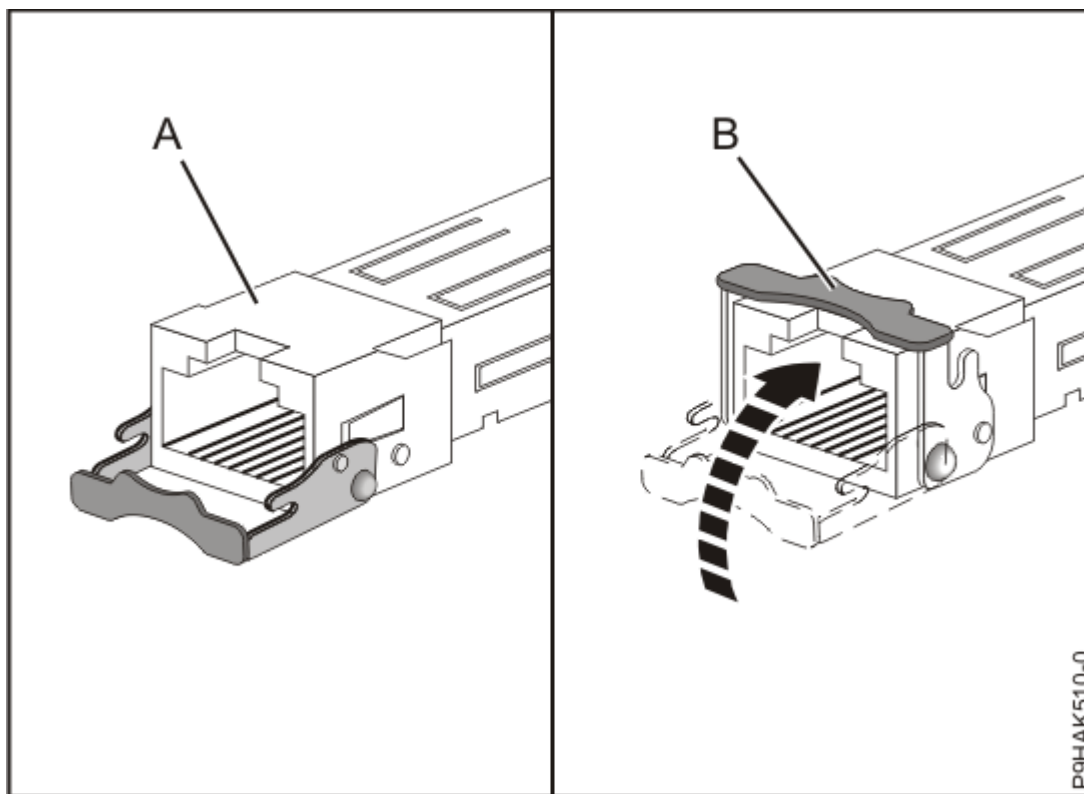

Figura 22. Substitució dels transceptors SFP a l'adaptador
- c) Amb el pestell **(B)** en posició oberta, empenyeu el pestell fent-lo rotar i traient-lo de la targeta tal com es mostra a la Figura 22 a la pàgina 29.